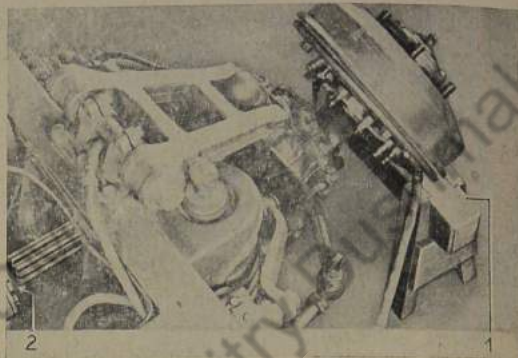

Bild 617: **Tragflansch mit Nabe abziehen, bis Quergelenkwelle aus Radantrieb frei ist**
7. Tragflansch mit Nabe und Quergelenkwelle vom Antriebsgelenkgehäuse abziehen, bis das Keilnabenprofil der Quergelenkwelle aus dem Hinterantriebsgehäuse frei ist (Bild 617).